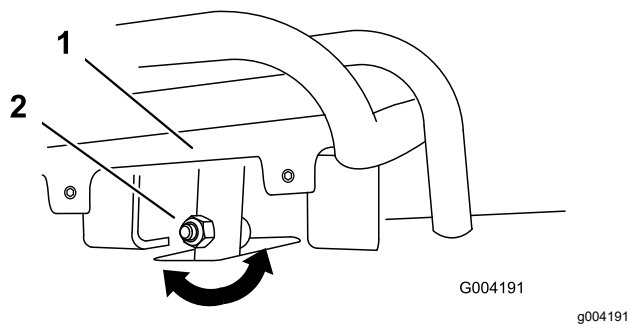
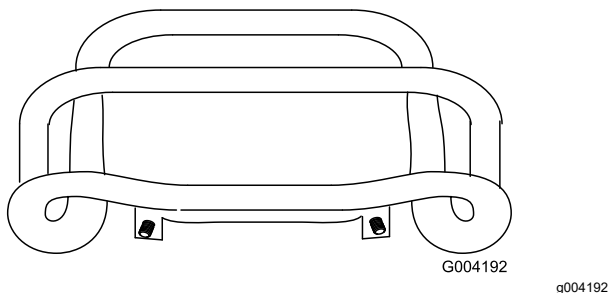

Рисунок 52
Рисунок 53
4. Если передняя часть органа управления тягой не встает параллельно контрольной штанге и вровень с ней, ослабьте гайку и болт в хвостовике органа управления тягой (Рисунок 52).
5. Отрегулируйте орган управления тягой таким образом, чтобы при перемещении прямо назад он находился на одном уровне с контрольной штангой (Рисунок 52 и Рисунок 53).
- С. Ослабьте гайку с фланцем и болт в хвостовике органа управления тягой (Рисунок 52).
- И. Отрегулируйте орган управления тягой таким образом, чтобы при перемещении прямо назад он находился на одном уровне с контрольной штангой (Рисунок 52 и Рисунок 53).